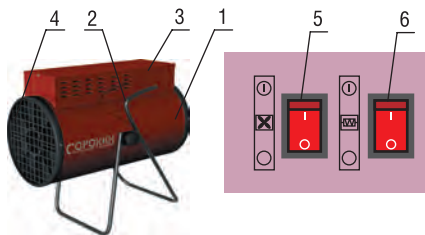

Рисунок 1. Устройство изделия
1. Установите клавиши (см. рис. 1) включения вентилятора и подогрева в положение отключено (0).
1. Включение. Установить клавишу (поз. 5, рис. 1) включения вентилятора в положение «I», при этом начинает работать вентилятор и загорается подсветка клавиши.
1. Включение. Включить пушку тепловую в режиме вентиляции (см. предыдущий пункт). Для работы в режиме 1 установить клавишу (поз. 6, рис. 1) включения режима подогрева в положение «I» при этом загорается подсветка клавиши, и пушка тепловая работает с включением электронагревательных элементов на полную мощность.